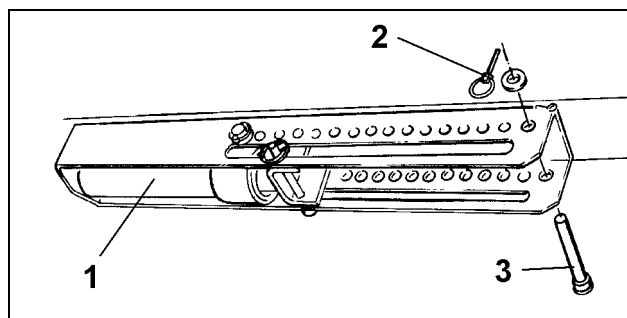

Рис. 76
- Уберите давление из гидравлического цилиндра (Рис. 76/1).
- Вставьте палец (Рис. 76/3) в отверстие сегмента регулировки и закрепите при помощи фиксирующего пальца с пружинной защелкой (Рис. 76/2).